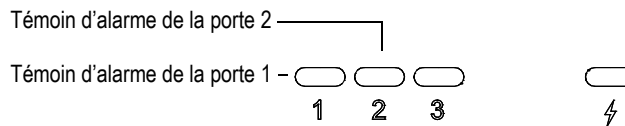

Figure 2-12 Témoins d'alarme de la porte 1 et de la porte 2
- L'un des deux témoins d'alarme (LED) s'allume sur le panneau avant de l'EPOCH 600 (voir la Figure 2-12 à la page 49).